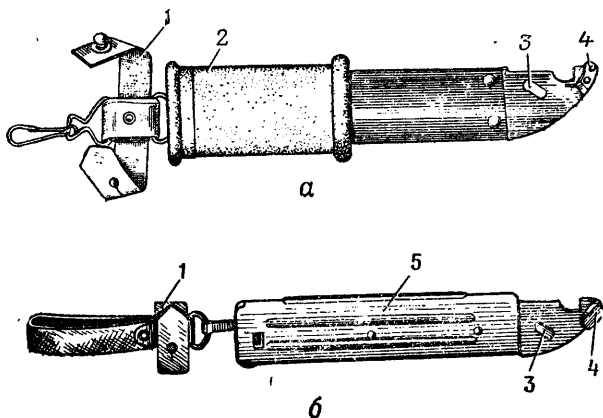

Рис. 39. Ножны:
**24. Ножны** (рис. 39) служат для ношения штыка-ножа на пояском ремне. Кроме того, они используются вместе со штыком-ножом для резки проволоки. Ножны имеют подвеску с двумя карабинчиками и застежкой, выступ-ось, упор для ограничения поворота штыка-ножа при действии им как ножницами и резиновый наконечник для электроизоляции. Внутри ножен имеется пластинчатая пружина для удержания штыка-ножа от выпадания.